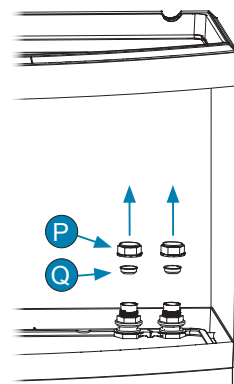

Abb. 1
1. Drehen Sie den Deckel (P) mit der Hand heraus und entfernen Sie den Deckel (Q) aus der Öffnung (O). (Abb. 1) WICHTIG: Bewahren Sie die Deckel (P) & (Q) auf.
- Drehen Sie den Deckel (P) mit der Hand heraus und entfernen Sie den Deckel (Q) aus der Öffnung (I). (Abb. 1). WICHTIG: Bewahren Sie die Deckel (P) & (Q) auf.